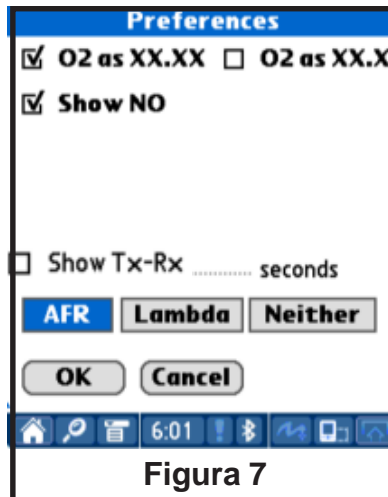

Figura 7
- a. **Preferencias:** Seleccione la opción “Preferences” para entrar en esta pantalla (Ver la figura 7). Esta opción permite cambiar el tiempo de la prueba “Test Time”, el valor “O2”, la opción sin pantalla “No Show”, pantalla AFR/Lambda y la opción transmitir/recibir “Transmit/Receive (Tx-Rx)”. La opción Tx-Rx muestra la comunicación entre el Palm y la antena del analizador. Una conmutación rápida indica que hay una señal fuerte y la lenta indica que hay una señal débil.